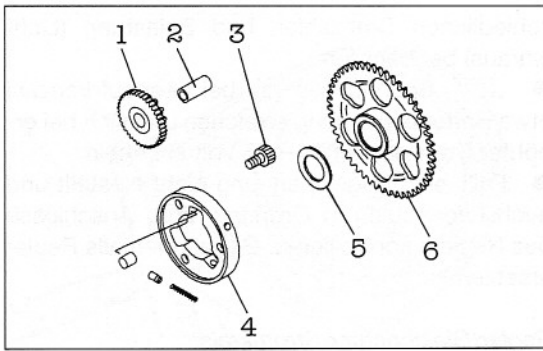

Bild 153
- Kubelwellenkonus ① und Rotor-Innenkonus ② (Bild 153) reinigen (öl- und fettfrei).
- Dünne MoS₂-Fettschicht auf Kurbelstumpf ③ auftragen.
- Kurbelwellenkonus ② (Bild 153) nochmal reinigen (öl- und fettfrei).